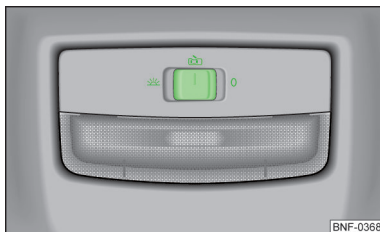

Fig. 27
- Apăsati comutatorul în poziția **☞** » fig. 27.
- Apăsati comutatorul în poziția **O** » fig. 27.